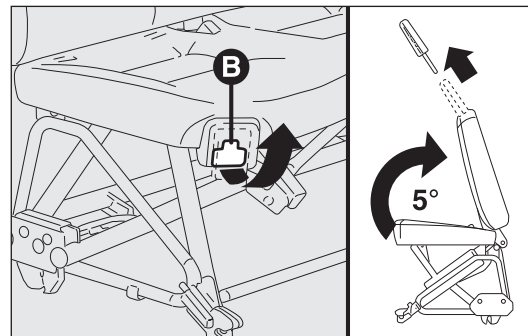

fig. 33
- sollevare la leva B-fig. 33 (ubicata sotto la leva A) con la mano destra;